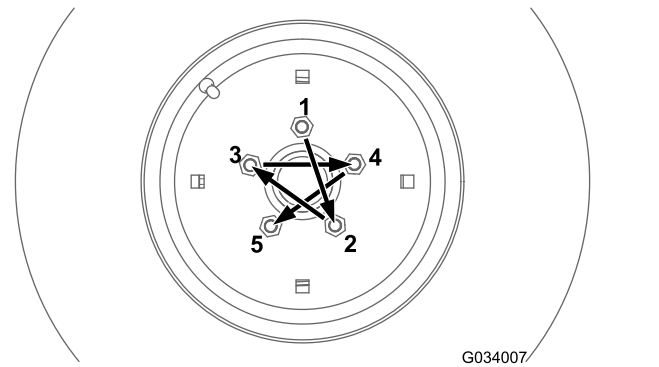
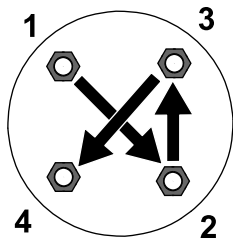

Figura 65
Figura 66
Apriete las tuercas de las ruedas delanteras y traseras (máquinas con tracción a 4 ruedas solamente) al par especificado siguiendo el patrón ilustrado en la Figura 65 y la Figura 66.
- Ruedas delanteras: consulte Figura 65
- Ruedas traseras (máquinas con tracción a 4 ruedas solamente): consulte Figura 66